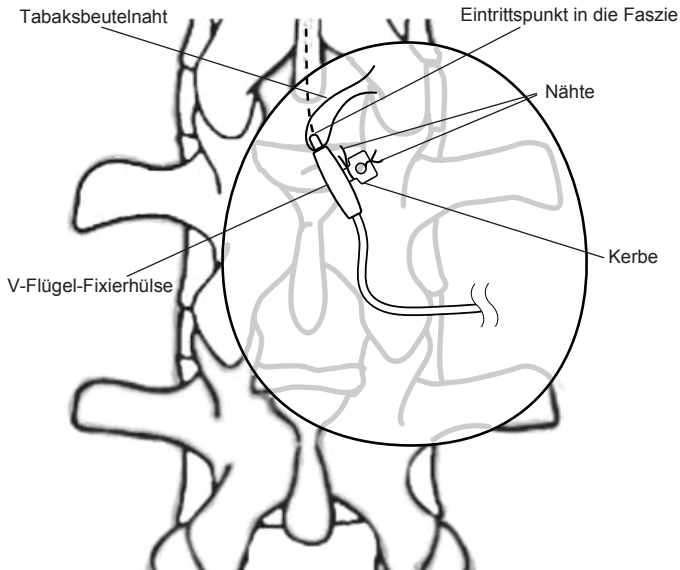

Abbildung 6. Platzierung der V-Flügel-Fixierhülse
19. Die Flügel der Fixierhülse mit starkem, nichtresorbierbarem Nahtmaterial an der Kerbe miteinander vernähen. Dabei müssen die Flügel plan aufeinander liegen, um den Katheterkörper sicher zu umklammern und festzuhalten (Abbildung 6).
20. Die Flügel der Fixierhülse mit starkem, nichtresorbierbarem Nahtmaterial durch die Nahtlöcher hindurch miteinander vernähen und an der umgebenden Faszie fixieren (Abbildung 6).